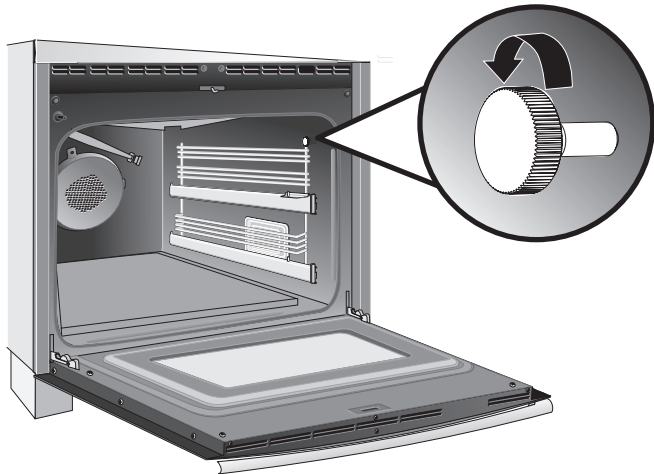

Figure 17 : Vis à molette d'échelle de support
1. Retirez les vis à molette de chaque côté de la cavité du four (voir la Figure 17).